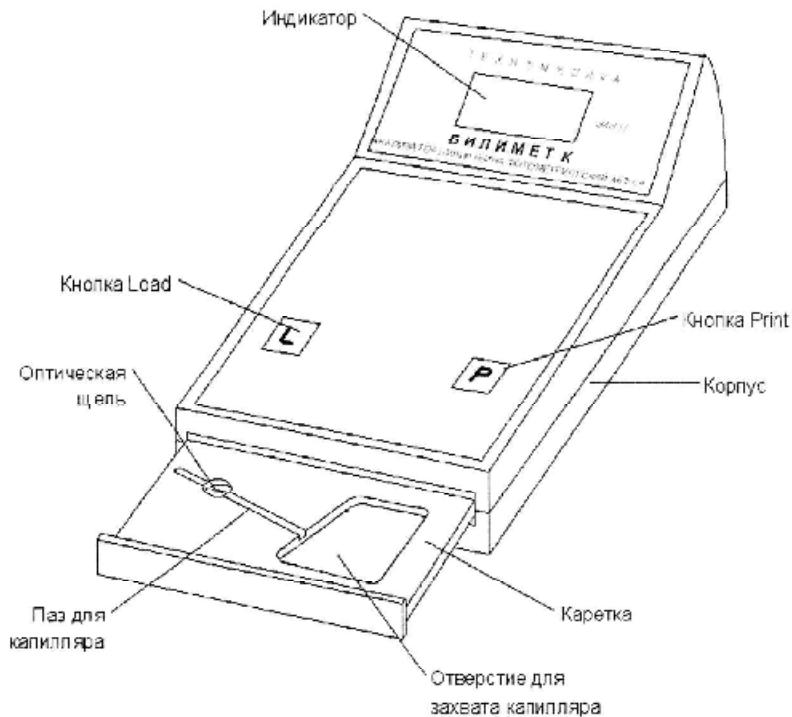
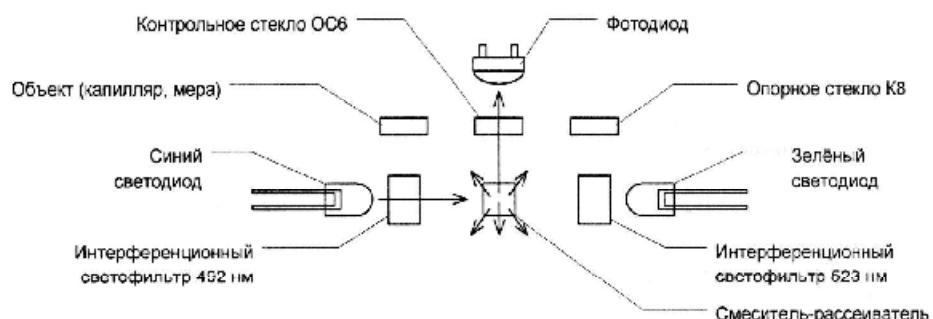

Рис. 1. Внешний вид прибора (с выдвинутой кареткой)
Рис. 2. Оптическая схема прибора
5.2 Прибор выполнен в виде настольного переносного блока (Рис. 1.). Во внешнем пластмассовом корпусе находится корпус оптического блока с кареткой. К корпусу оптического блока крепится плата измерений и плата с индикатором. К нижней части оптического блока крепится блок осветителей, состоящий из двух светодиодов, двух светофильтров и смесителя-рассеивателя. Каретка, перемещающаяся при помощи электромотора, имеет три положения: 1 – для измерения оптической плотности капилляра, 2 - для измерения оптической плотности встроенного контрольного стекла ОС6 и 3 - для измерения оптической плотности опорного стекла К8 (Рис. 2.).